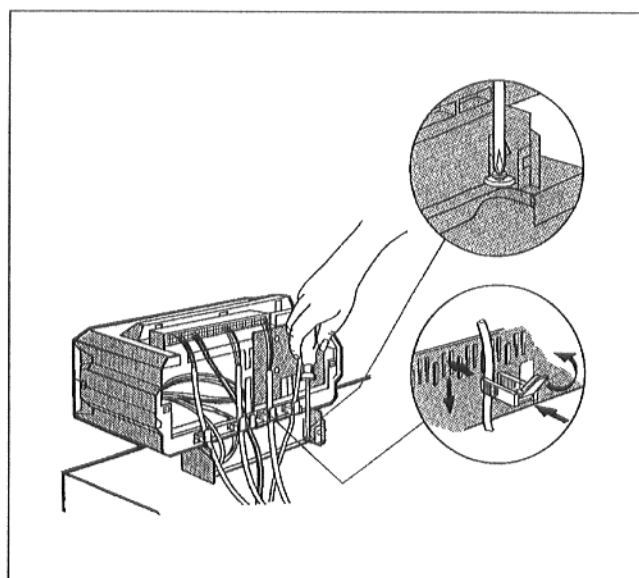

Fig. 14 Illustrazione schematica
- Avvitare lo zoccolo dell'apparecchio di regolazione all'interno, a destra e a sinistra del vano cavi con due viti autofilettanti sulla copertura anteriore della caldaia (Fig. 14).
- Assicurare tutte le linee con fascette serracavo: inserire dall'alto la fascetta con la linea posata nelle fessure del telaio porta bracciali (Fig. 14). La costola della leva deve indicare verso l'alto. Spingere verso il basso le fascette serracavo e applicare una contropressione. Tirare la leva verso l'alto (Fig. 14).